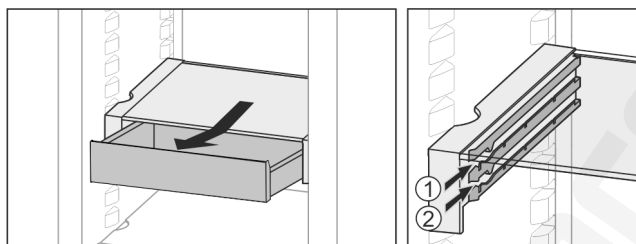

Fig. 18
- ▶ Tolja be tetszőleges magasságban, Fig. 18 (1) vagy Fig. 18 (2).